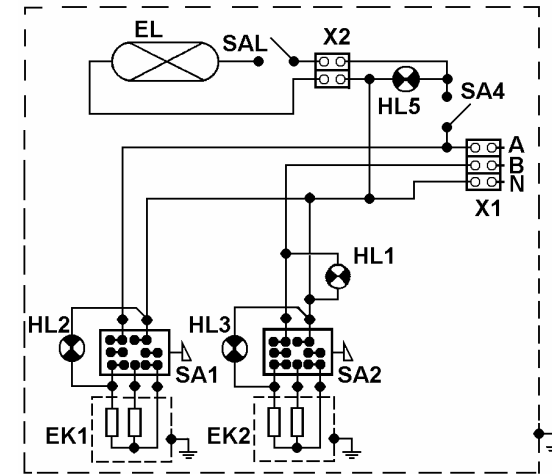

Рис. 5
8.5 Схема электрическая принципиальная приведена на рис. 5.
жимам промежуточной клеммной колодки (X2, см. рис.5);